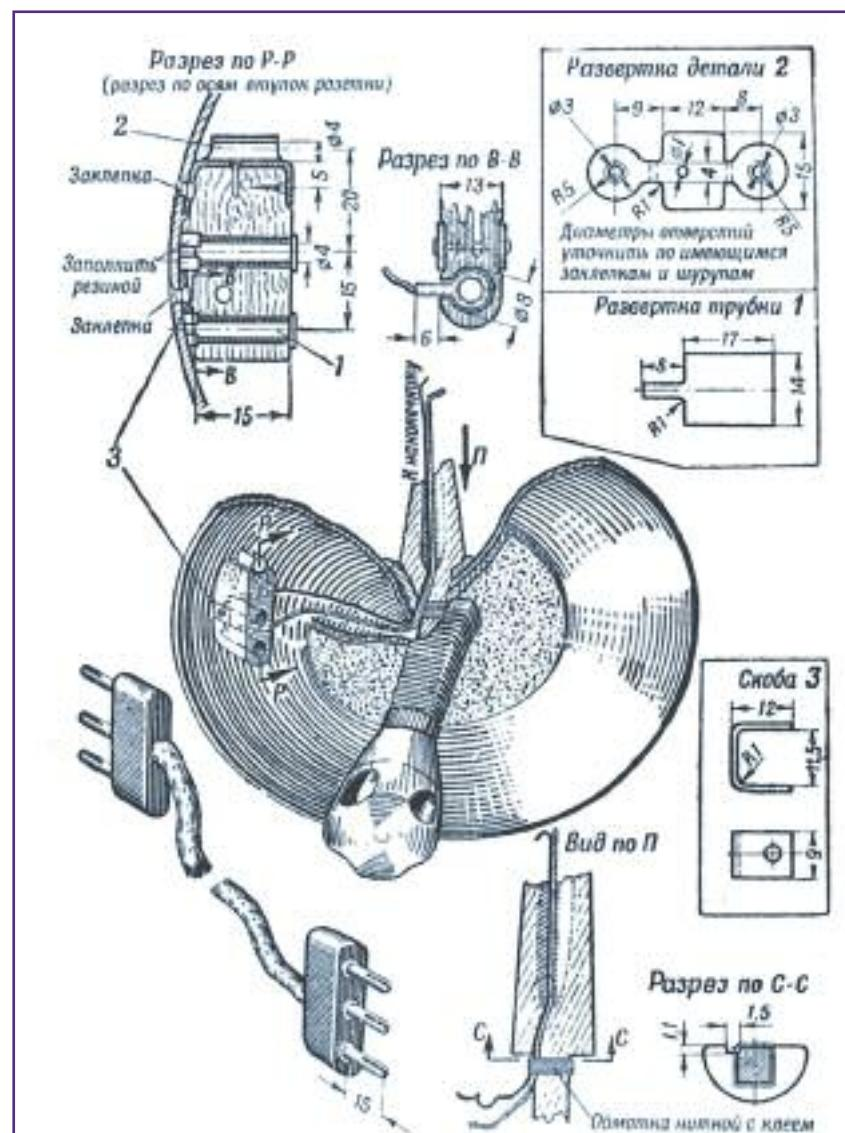

Рис. 31. Электропроводка в сильной части клинка и в гарде.
Для проводки проводов через гарды в верхней грани клинка около гарды, а также в соответствующем углу отверстия гарды и прокладки прорачивается паз таких же размеров, как около наконечника (рис. 31, вид по П). К стержню клинка провода приматываются пятью-шестью витками тонкой нитки так, чтобы не мешать посадке прокладки и гарды (см. рис. 31, вид по П). Этой же ниткой обматываются сами провода для увеличения изоляции в месте их изгиба под гардой и рукояткой. Для изоляции проводов, идущих от клинка к розетке на гарде, их следует продеть в трубочку из изоляционного материала, пропустив ее через отверстие в гарде и прокладке.
штепсельная розетка на гарде (рис. 31). Корпус розетки вырезается из пластмассы или пропитанной лаком фанеры толщиной 12 мм. В штепсельные отверстия вставляются трубы (1), сделанные из листа латуни или жести от консервной банки. Можно использовать трубы от
Розетка укрепляется на гарде специальной деталью (2), приклепанной к гарде впоптай и соединяющейся с розеткой шурупами или гвоздями (см. рис. 31, вид но Р-Р). Эта деталь является и гнездом для штепселя от дополнительной (блокирующей) цепи. Она изготавливается из листа латуни или луженого железа толщиной 0,8-1 мм (см. рис. 31).